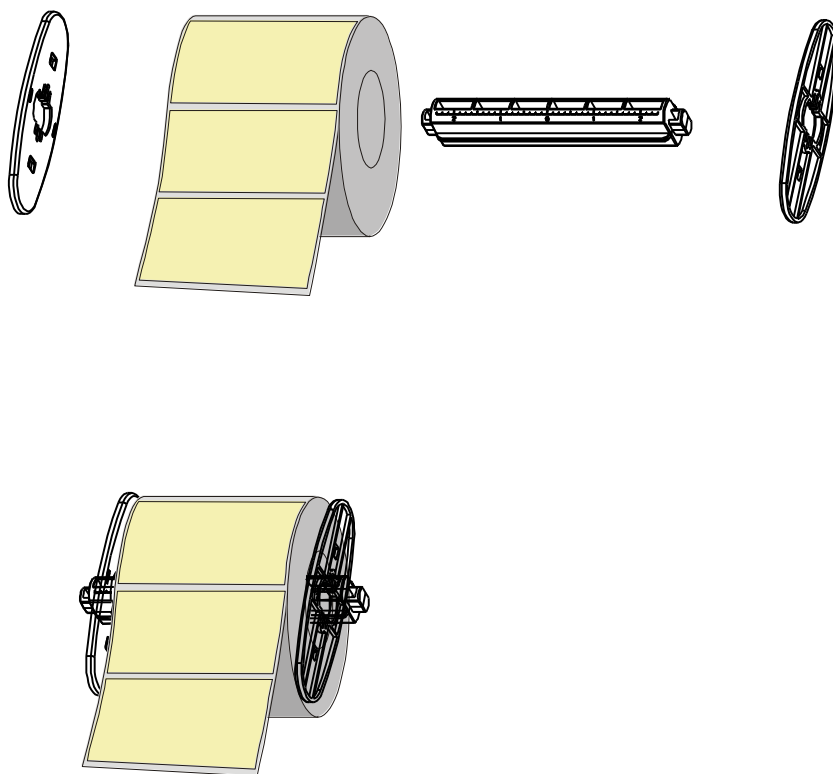

图 6-2
3. 把纸卷套入纸卷轴（如果是 3 英寸大纸芯的纸卷，请套入纸卷轴套到纸卷挡板上）（图 6-2）；